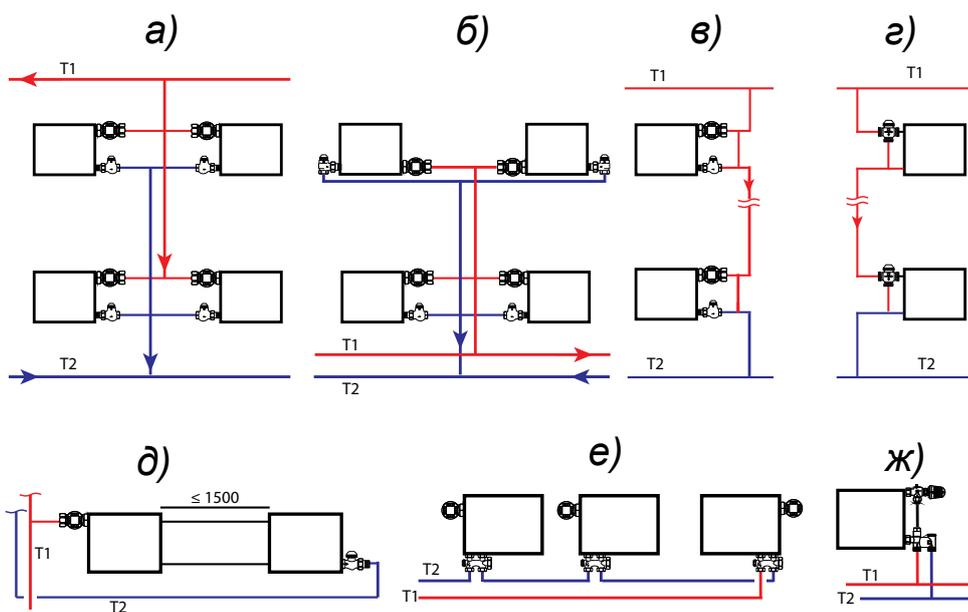

Рис. 4. Схемы систем водяного отопления с радиаторами «Vogel & Noot»
автоматическом регулировании не рекомендуется размещать термостаты на расстоянии менее 150 мм от проёма балконной двери и менее 200 мм от низа подоконника. В этих случаях следует использовать термостаты с выносным датчиком. На рис. 4 представлены наиболее распространённые в отечественной
17. При соединении приборов на сцепках (рис. 4 д) рекомендуется применять разностороннюю схему присоединения теплопроводов. Для сцепок целесообразно использовать трубопроводы условным диаметром 20 мм. При установке группы радиаторов на горизонтальной ветви следует учитывать, что суммарная нагрузка не должна превышать 5-8 кВт в зависимости от перепада давления теплоносителя в термостате и его шумовых характеристик.
Радиаторы «Vogel&Noot» могут устанавливаться в горизонтальных системах отопления с нижним подсоединением к магистралям (рис. 4 ж). В этом случае могут быть использованы гарнитуры бокового подсоединения.
Для широко используемых в России однотрубных систем отопления рекомендуется применять специальный термостат фирмы «HERZ» уменьшенного гидравлического сопротивления «HERZ-TS-E», а также трёхходовой термостат «Calis TS-E» (рис. 4г)